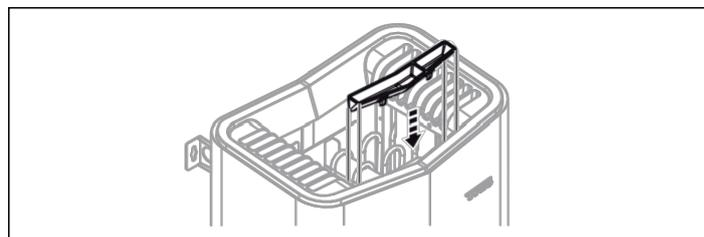

Figura 9: Montaggio del portaprofumi/umidificatore d'aria
7. Collegare la ciotola per erbe/umidificatore d'aria (vedere Figura 9).